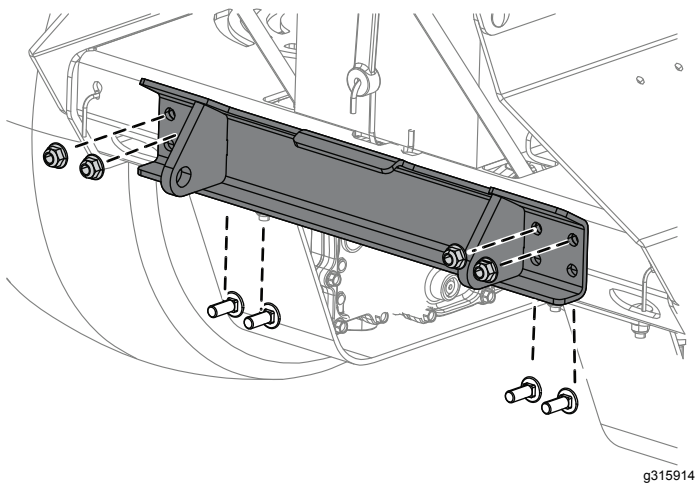

Figura 2
1. Montate la piastra posteriore sulla parte inferiore del telaio posteriore della macchina utilizzando 4 bulloni e 4 dadi (Figura 2).